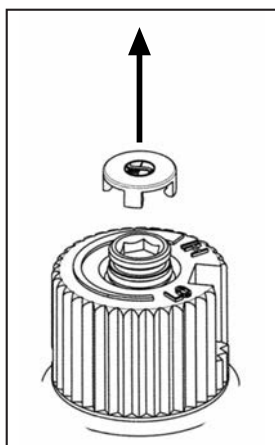

Figure 14: Enlever le capot de la vanne.
- a) Enlevez à la main le capot de protection noir du bouton HI/LO, illustré dans la figure 14.
- g) Refixez le capot de protection noir (figure 14).